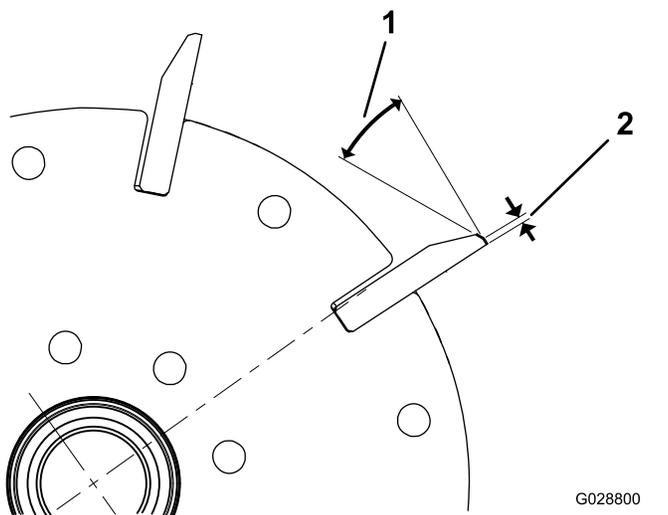

Bild 23
1. Tragen Sie einen Hinterschliff von 30° auf alle Messerspindeln auf, bis die Kante 1,3 mm breit ist (Bild 23).